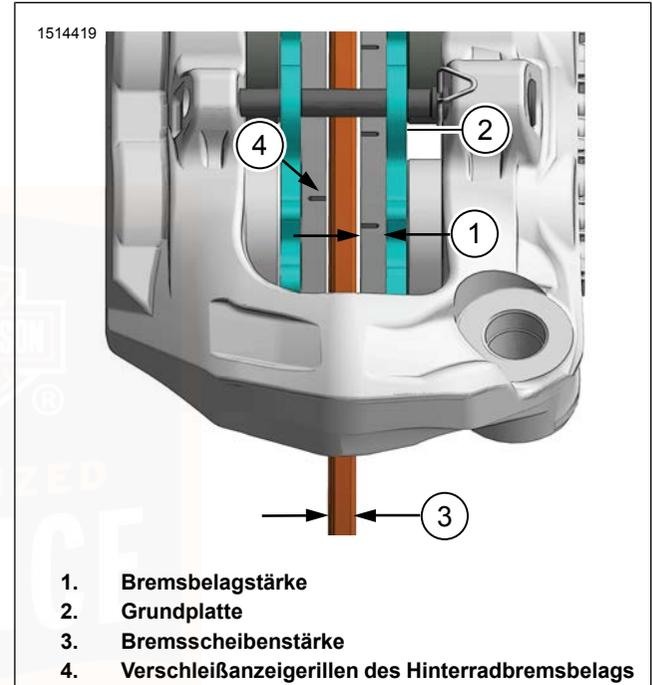

Abbildung 62. Bremsstärke
2. Siehe Abbildung 62. Die Dicke des Reibbelagsmaterials im Bremsbelag messen.